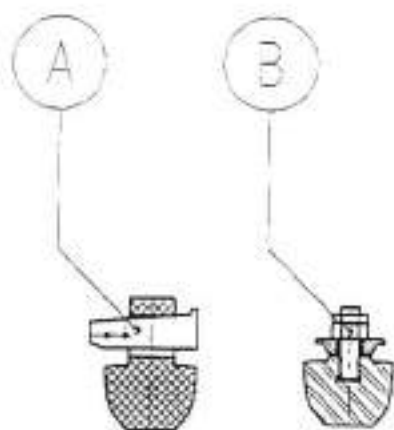

fig. 13
- le corazze in **acciaio al Manganese** presentano posteriormente un codolo, provvisto di asola, entro cui infilare il cuneo di bloccaggio (fig. 13/A);
- quelle in **lega al Cromo** vengono invece bloccate tramite un prigioniero da avvitarsi entro l'apposito foro ricavato sul lato piano della fusione (fig. 13/B).
- rimuovere i dispositivi di bloccaggio (fig. 13/A,B);